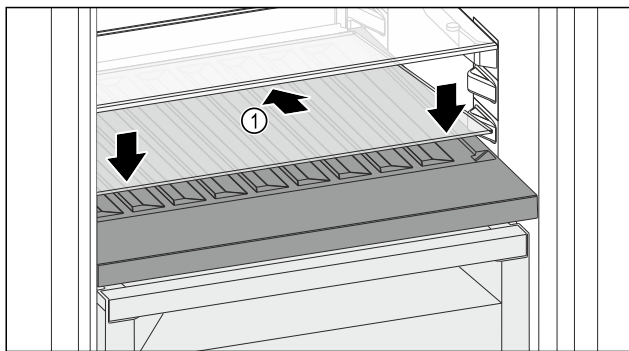

Fig. 120
- Helyezze be ferdén, hátul lefelé döntve az üveglapot Fig. 120 (1).
- Engedje le az üveglap Fig. 120 (1) elejét.